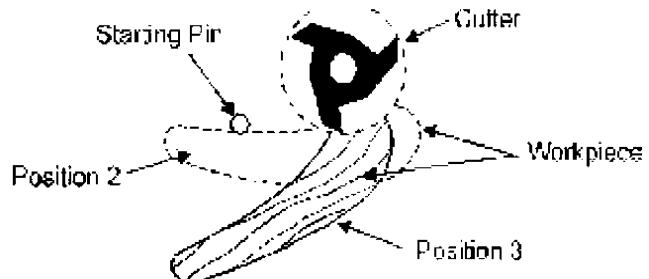

Рис. 43
3. После того, как фрезерование было начато (рис. 43), деталь двигайте против вращения режущего инструмента .